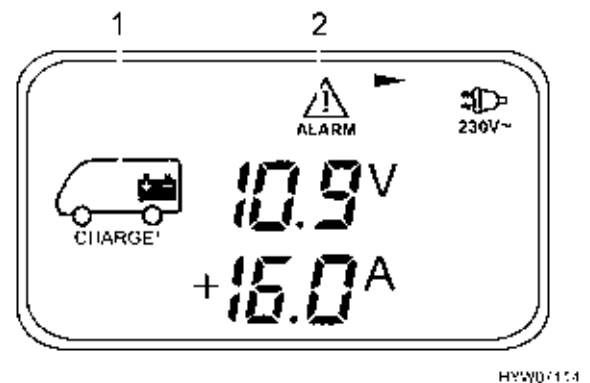

Fig. 111 Menu Batteria (batteria dell'abitacolo)
- Premere il tasto (Fig. 108,2): appare il menu Batteria (Fig. 111).
- Tensione (V), corrente di carica (+A) e corrente di scarica (-A) della batteria dell'abitacolo (Fig. 111,1)
- Tensione (V) della batteria di avviamento (pagina di menu 2)
Il menu Batteria appare e i simboli (Fig. 111,1 e 2) iniziano a lampeggiare non appena la tensione della batteria dell'abitacolo scende al di sotto di 11 V (misurazione durante il normale esercizio) con conseguente rischio che la batteria si scarichi troppo. Lampeggia inoltre l'indicazione della tensione.